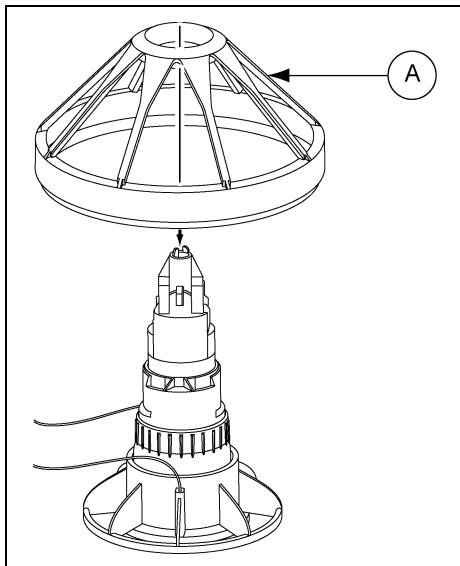

Рисунок 4Н
7. Установите узел, как показано на Рисунок 4Н и полностью опустите решетку поверх верхней части узла.